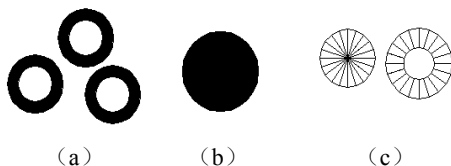

图 2-46 绘制圆环
指定圆环的中心点或 <退出>: [继续指定圆环的中心点, 则继续绘制相同内外径的圆环。按 Enter 键、空格键或鼠标右键结束命令, 如图 2-46 (a) 所示]
- (1) 若指定内径为 0, 则画出实心填充圆, 如图 2-46 (b) 所示。
- (2) 用 FILL 命令可以控制圆环是否填充, 具体方法如下:
输入模式 [开(ON)/关(OFF)] <开>: [选择“开”选项表示填充, 选择“关”选项表示不填充, 如图 2-46 (c) 所示]